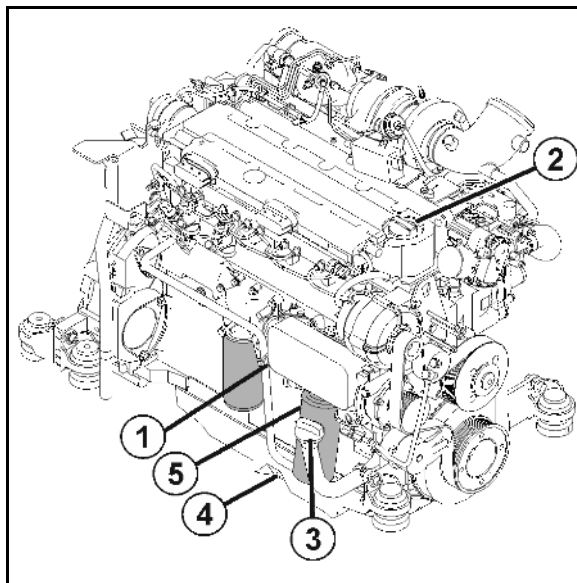

图. 164
2. 可通过常用工具松脱和旋下润滑油过滤器滤芯（图. 164/5）。